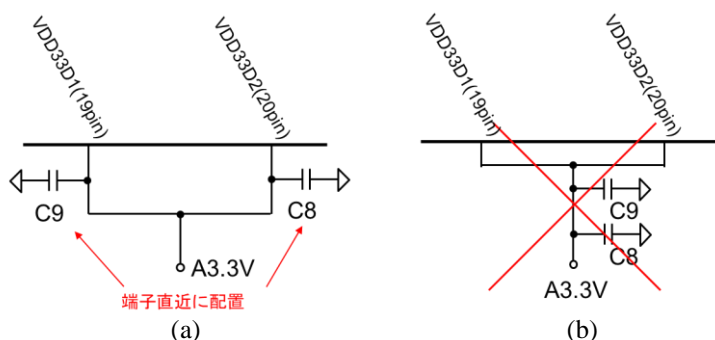

Figure 2-7 DC-DC コンバータの電源供給端子のデカップリングコンデンサの接続例
- Figure 2-7 に DC-DC コンバータの電源供給端子 VDD33D1(19pin)及び VDD33D2(19pin)のデカップリングコンデンサの接続例を示します。Figure 2-7 (a)に示すように、デカップリングコンデンサは電源供給端子 VDD33D1(19pin)及び VDD33D2(19pin)の直近に配置して下さい。
- ・ R9A06G061 の送信・受信の状態を示す LED の搭載例を Figure 2-7 に示します。